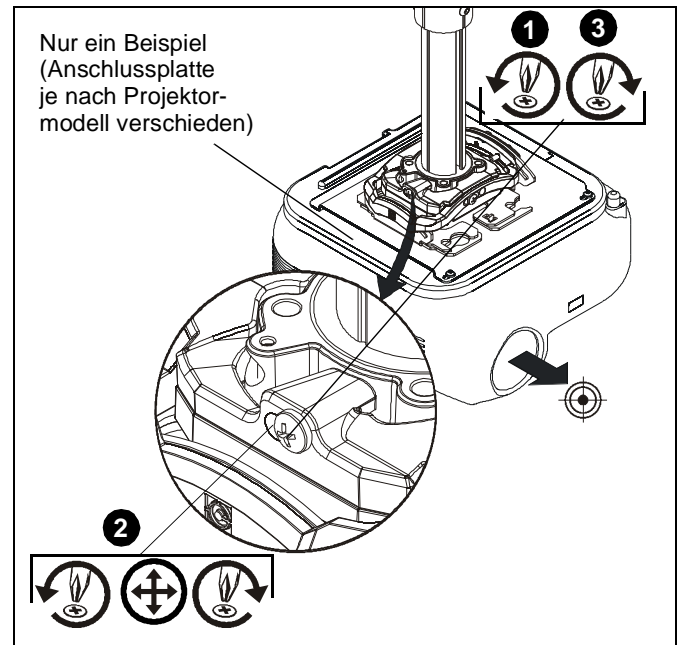

Abb. 17
1. Lösen Sie die Feststellschraube für die Einstellung der Drehung um die HÖHENACHSE mit einem Nr. 2-Kreuzschlitzschraubendreher. (Siehe Abb. 17)
2. Drehen Sie die Mikro-Justierschraube zur Einstellung der Drehung um die HÖHENACHSE mit einem Nr. 2-Kreuzschlitzschraubendreher nach rechts oder links, bis das Bild auf dem Ziel korrekt ausgerichtet ist. (Siehe Abb. 17)
3. Ziehen Sie die Feststellschraube für die Einstellung der Drehung um die HÖHENACHSE mit einem Nr. 2-Kreuzschlitzschraubendreher fest. (Siehe Abb. 17)